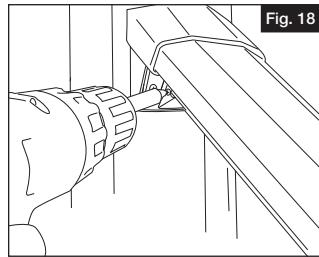

Fig. 18
Fixer la traverse supérieure aux supports à l'aide des vis de réglage fournies (L) comme indiqué (Fig. 18).